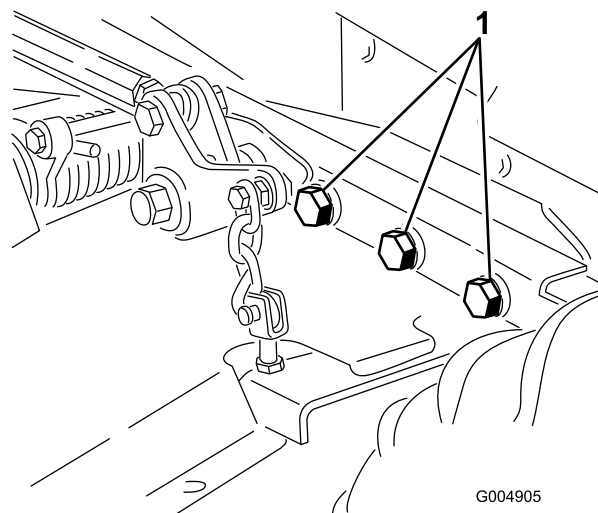

Figura 94
5. Compruebe que todos los herrajes están bien apretados; apriételos si es necesario. Apriete los 6 pernos que sujetan el bastidor de la plataforma de corte a la unidad de tracción (Figura 94) a 359 N·m (265 pies-libra).